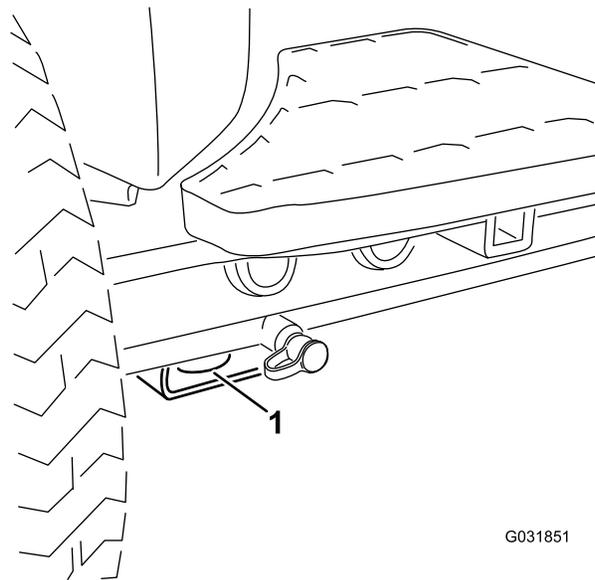
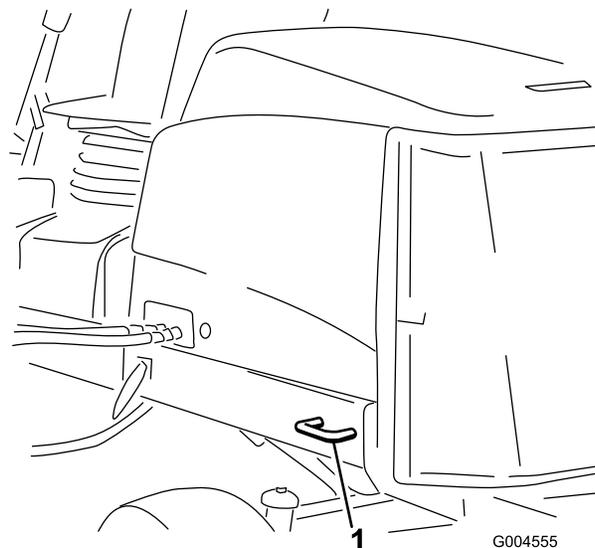

Рисунок 39
Рисунок 40
металлические крепежные проушины (Рисунок 39 и Рисунок 40).
- В передней части – используйте отверстие в прямоугольной подкладке под трубой моста внутри каждого переднего колеса (Рисунок 39).
- В задней части – используйте каждую сторону машины на задней раме (Рисунок 40).